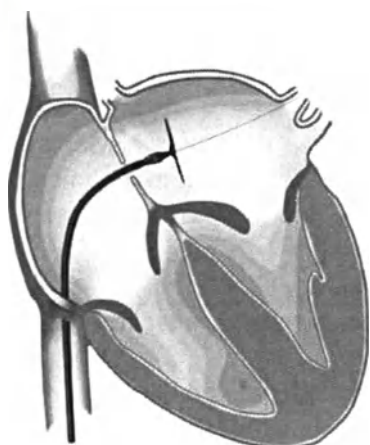

Рис. 5.4.7 – Раскрытие зонтика в левом предсердии
⑤ Размещение зонтика
- Раскройте зонтик в левом предсердии под контролем ТЭЭ и рентгенографии, продвинув его вперед в доставляющем устройстве и потянув проводник Маллинса в обратном направлении (рис. 5.4.7). В таком положении часть зонтика в правом предсердии раскрыта не полностью. Тем не менее, слегка продвинув его вперед, можно упростить размещение системы в ООП. Выступающий примерно на 6-7 см фиксирующий зонд зонтичной системы служит в данном случае как направляющий зонд и пока остается в легочной вене.